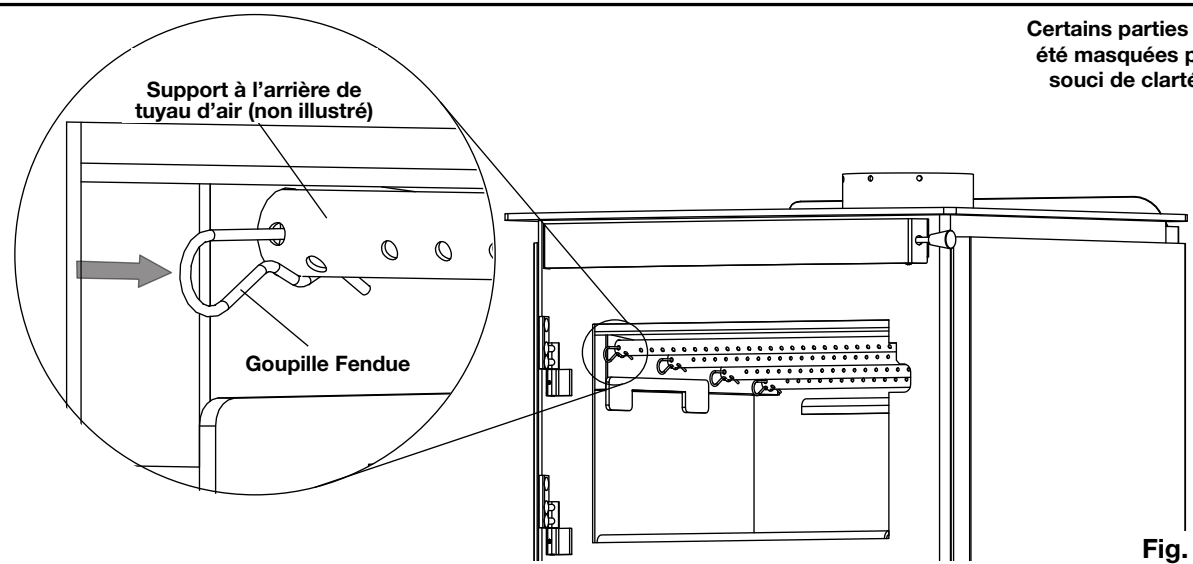

Fig. 4-6
3. Alignez le trou dans le tuyau d'air secondaire avec le trou dans le support sur le côté gauche dans le chambre de combustion, puis insérez une goupille fendue (fournie) (**Fig. 4-6**).